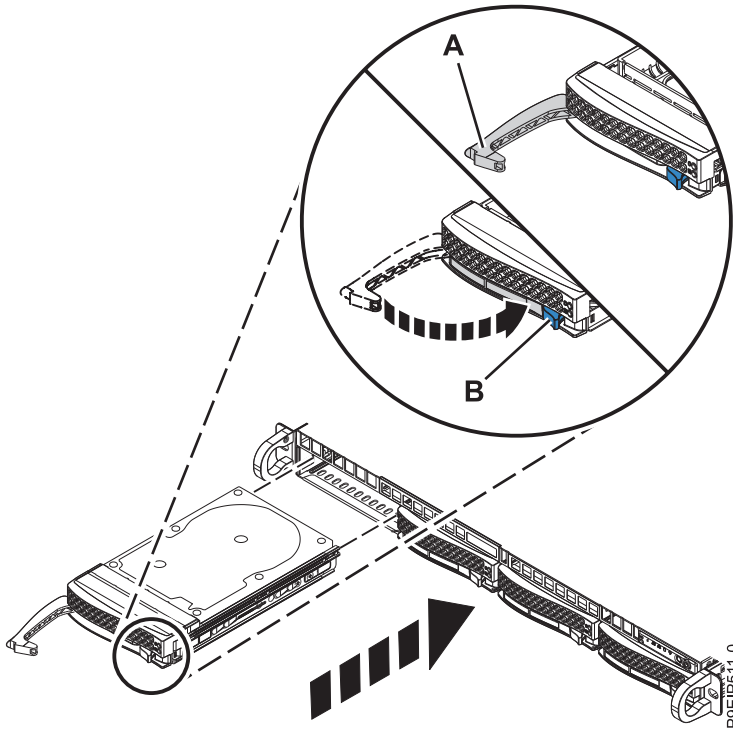

Figure 8. Détails relatifs à la fixation d'une unité de disque
4. Verrouillez la poignée de la baie d'unité (**A**) en poussant le loquet de la poignée jusqu'à ce qu'il soit verrouillé en position (**B**) comme indiqué dans la figure 8, à la page 10.